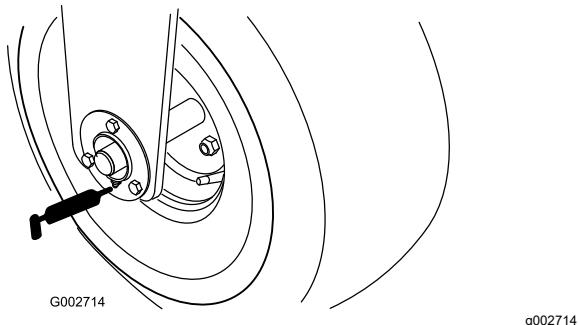

Figure 22
- Roulement de roue avant (1) (Figure 22)